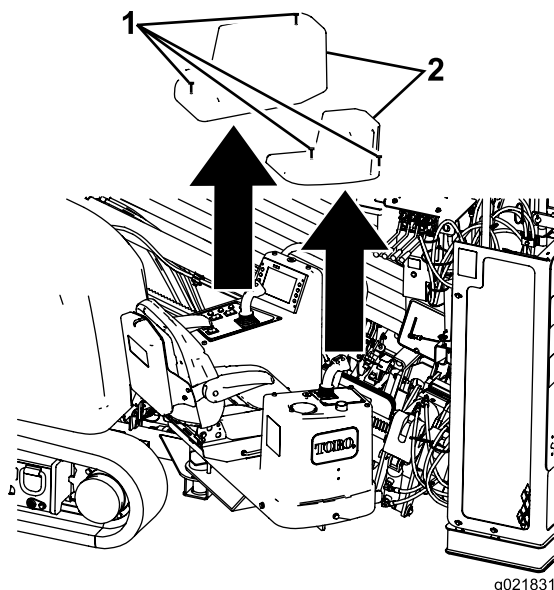

Рисунок 40
3. Ослабьте 4 винта крепления крышек пультов оператора и снимите крышки (Рисунок 40)